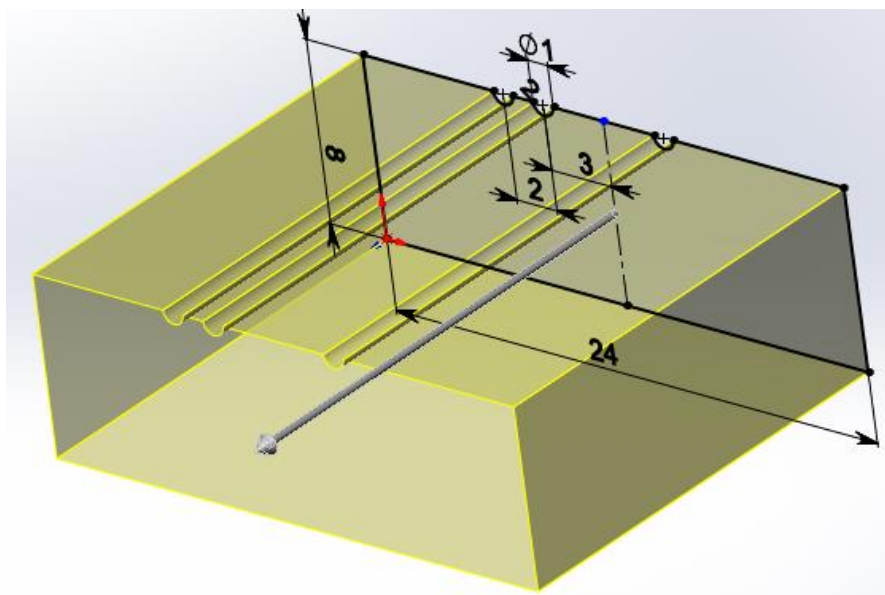

Рис. 5. Построение вытянутой поверхности
6. Создадим объемный элемент оболочки. Для этого используем инструмент **Вытянутая поверхность** , выбираем созданный ранее эскиз и задаем размер вытягивания **B** согласно варианту. После чего нажимаем галочку в верхней части панели  и получаем необходимый элемент оболочки (рис. 5).